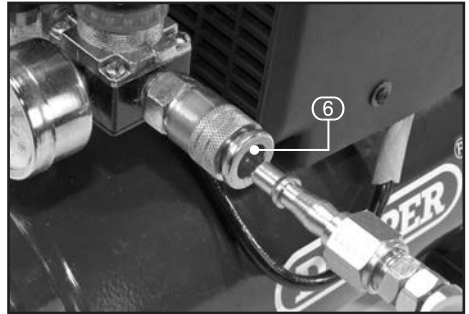

FIG.3
8.2 INITIAL STARTUP – FIGS. 3 - 4